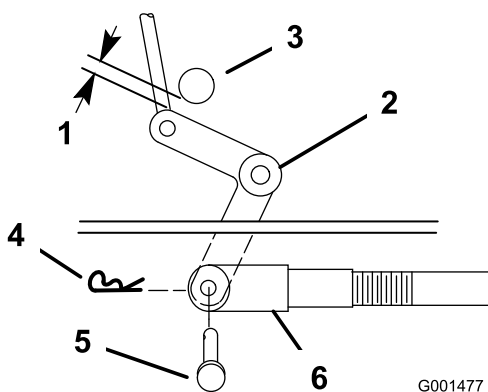
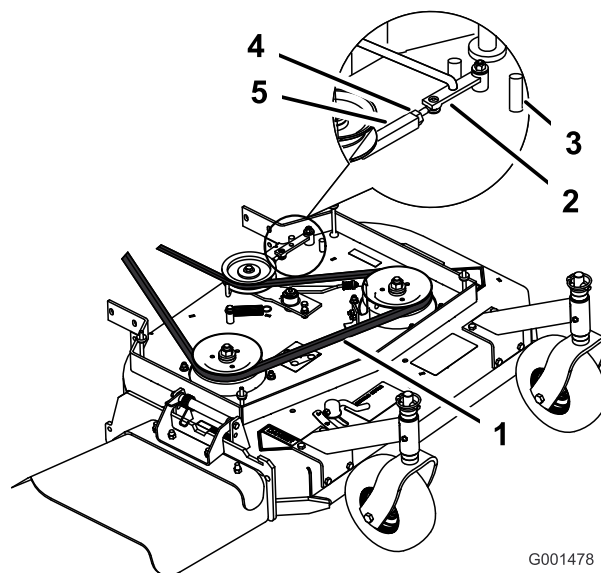
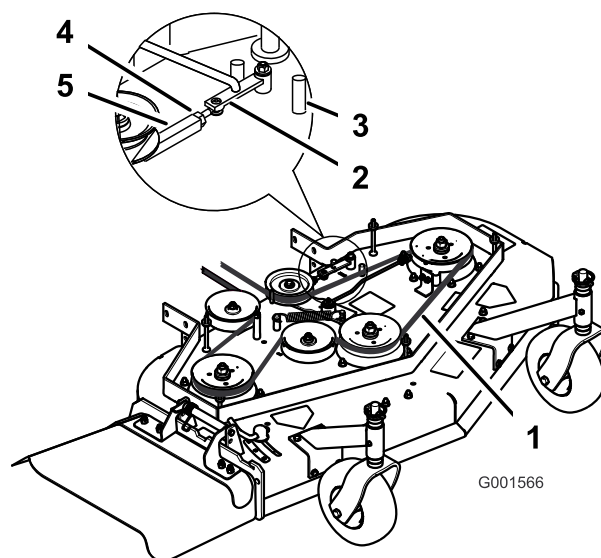

Figure 39
Figure 40
Figure 41
9. Vérifiez l'écartement entre l'axe coudé et l'arbre de sortie de transmission (Figure 39).
11. Tournez la chape dans le sens horaire sur la tige pour accroître l'écartement, et dans le sens antihoraire pour le réduire (Figure 39).
Remarque: Si le bras d'assistance ne touche pas la butée avant du tablier de coupe (Figure 40 ou Figure 41), réglez la chape de sorte à rapprocher le levier coudé de l'arbre de sortie de transmission (Figure 39).